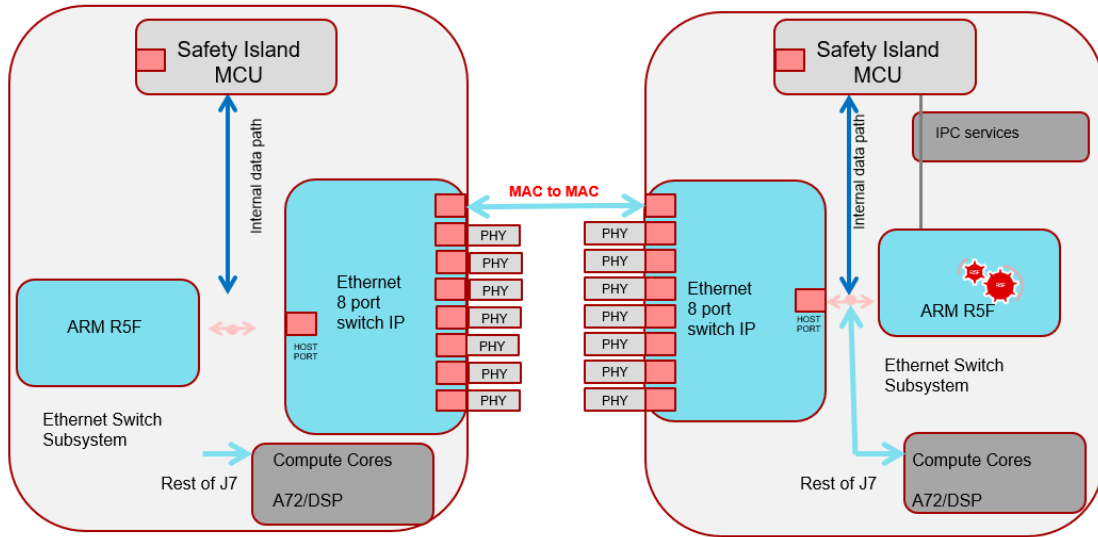

图 9. SOC 间 MAC2MAC 互联
2. 当单颗 Jacinto7 的处理器算力无法满足系统要求时，由于 TI 内部集成了 Ethernet Switch 和 PCIE Switch, 因此可以非常方便地通过 MAC2MAC 形成多颗 Jactinto7 SOC 板上级联，并进行互联互通。系统框图如图 9 所示：